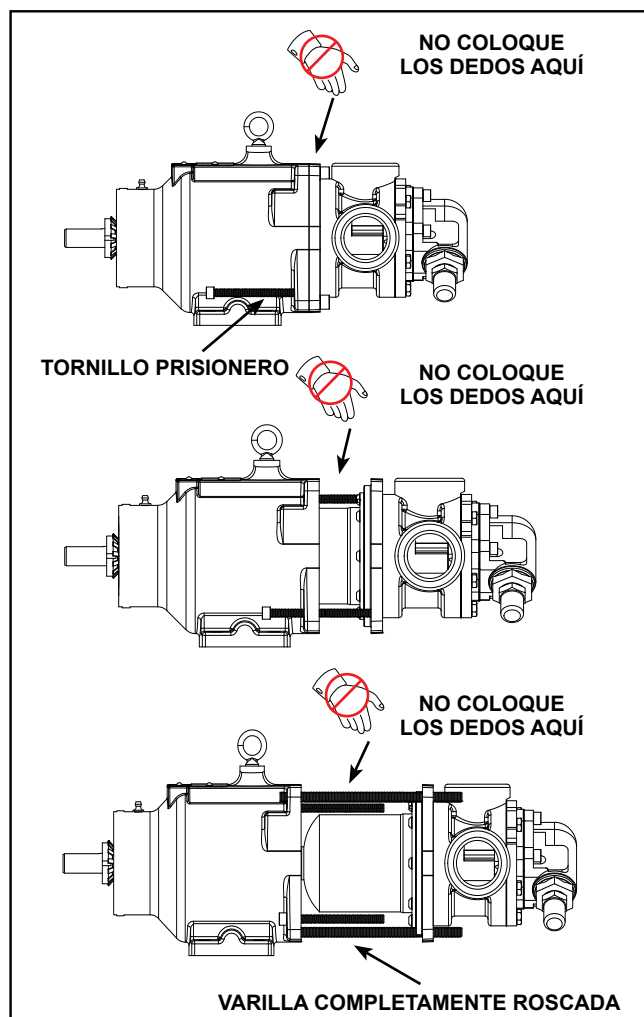

FIGURA 7
3. Marque el cabezal (40) y la carcasa (31) antes del desmontaje a fin de garantizar un reensamblaje apropiado.
4. Para inspeccionar el conjunto de cabezal y pasador (39 y 40), y el conjunto del engrane interno y buje (37 y 38), retire los tornillos prisioneros del cabezal (43).
5. Retire el cabezal de la bomba. Si no se drenó la carcasa en el paso 1, tenga cuidado con el líquido que se drena entre el cabezal y la carcasa. No permita que la polea guía se salga del pasador y caiga. Incline la parte superior del cabezal de la bomba hacia atrás durante el retiro para que esto no suceda. Evite dañar las lanas del cabezal (63), ya que las lanas son para mantener el ajuste axial.
7. Retire los cuatro tornillos prisioneros de cabeza hueca (28) que fijan la bomba al soporte. Si es posible, apoye la bomba con un aparejo de elevación.
8. Use los tornillos extractores (14) del soporte para separar el magneto interior (57) del magneto exterior (58), consulte la secuencia en la Figura 7. Para mantener los conjuntos de bomba y soporte alineados adecuadamente a fin de obtener seguridad adicional, se recomienda usar 2 longitudes de varillas completamente roscadas (15,2 a 20,3 cm) en ubicaciones diagonales de tornillos prisioneros en el soporte y deslice a través de los orificios correspondientes en el plato adaptador.